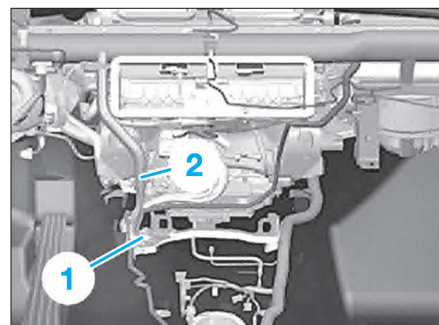

FIG. 14
- Déposer la vis (1) du tube-support (2) (Fig.14).